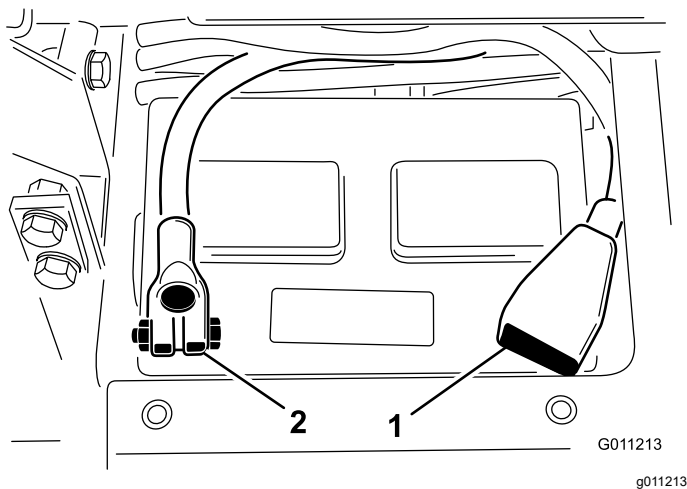

Рисунок 5
5. Подсоедините положительный (красный) кабель к положительной (+) клемме аккумулятора и закрепите его Т-образным болтом с гайкой (Рисунок 5).
6. Подсоедините отрицательный (черный) кабель к отрицательной клемме (-) аккумулятора и закрепите его Т-образным болтом с гайкой (Рисунок 5).